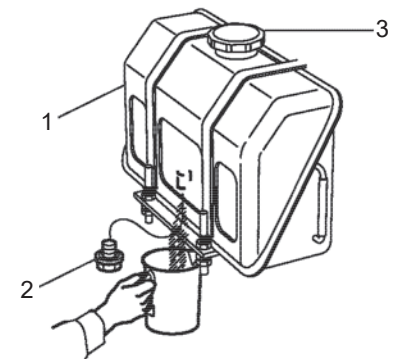

Рис.44
1. Поместите одобренный контейнер под бак дизельного топлива (1, Рис. 44) для сбора загрязнений.